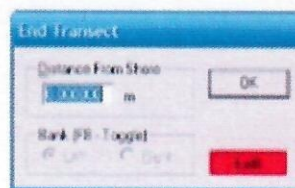

Fig. 19
- f) Se deschide o fereastră în care indicăm malul râului din care am finisat profilul transversal al râului (Drept sau Stâng) și distanța dintre malul râului și Streapro (Ex: 0.5 m sau 1 m etc.) (fig.19).